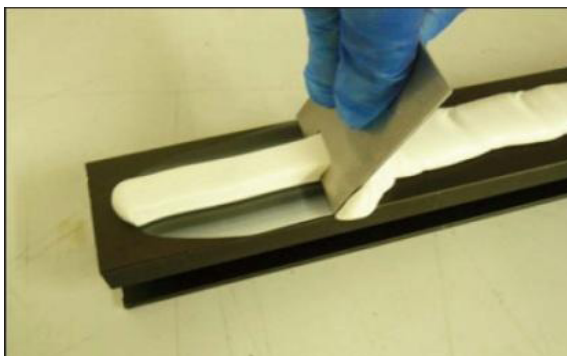

Abb. 17: Abglätten des Klebstoffs mit einem Rakel.
- Ziehen Sie eine Schablone (Rakel) über die Raupe, um eine gleichmäßige Größe sicherzustellen (etwa 15 mm breit und 6 mm hoch, siehe Abb. 17).